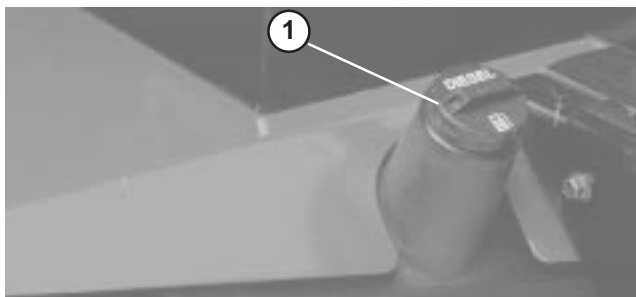

Figure 17
1. Retirez le bouchon du réservoir de carburant (Fig. 17).